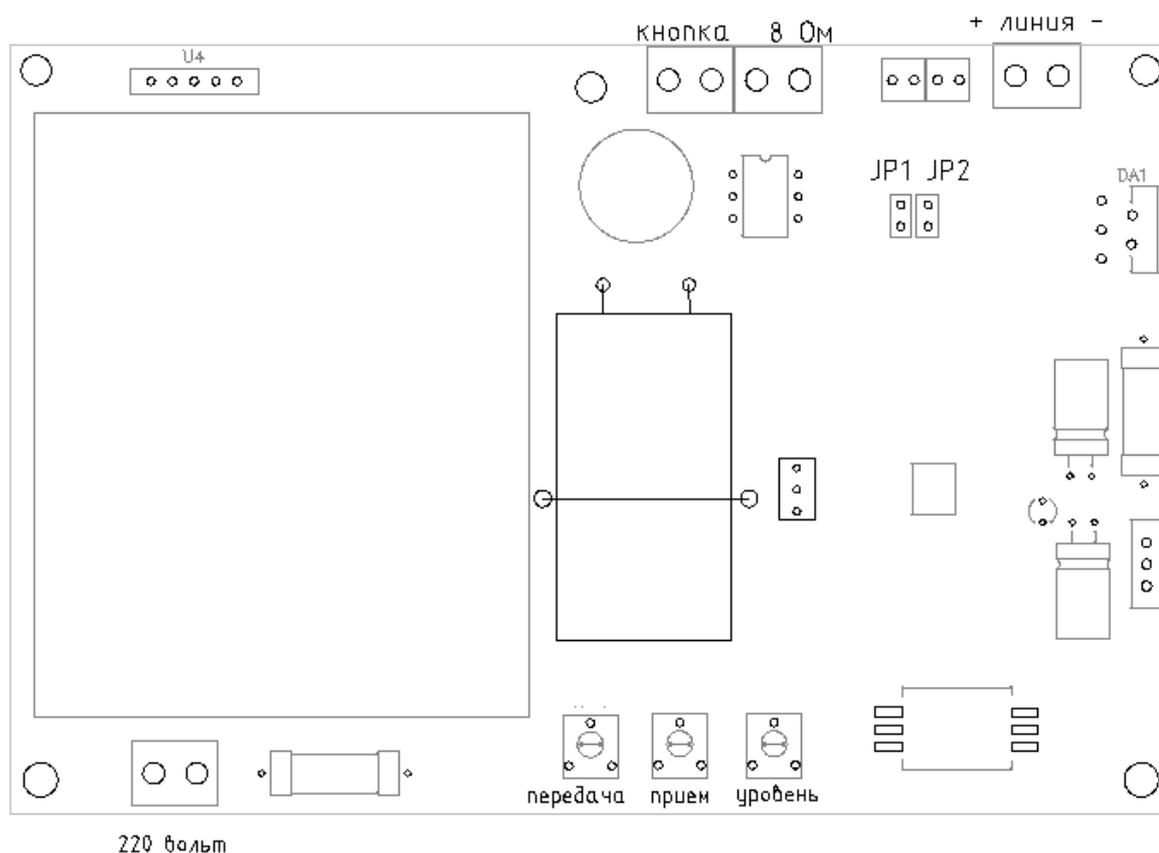

Рисунок 4. Внешний вид печатной платы ДПУ-04Б
- Подключите провода к клеммам «Линия» с соблюдением полярности (см. рис.4)